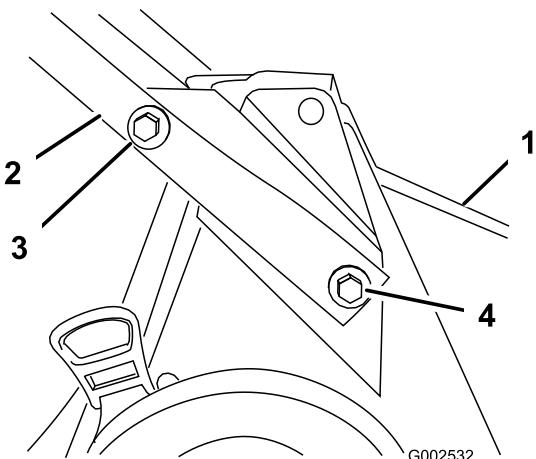

Figura 3
1. Monte el manillar inferior en la carcasa del cortacésped con 2 pernos (5/16 x 7/8 pulg.), 2 pernos (5/16 x 1-1/2 inches), 4 arandelas y 4 contratuerca (Figura 3).